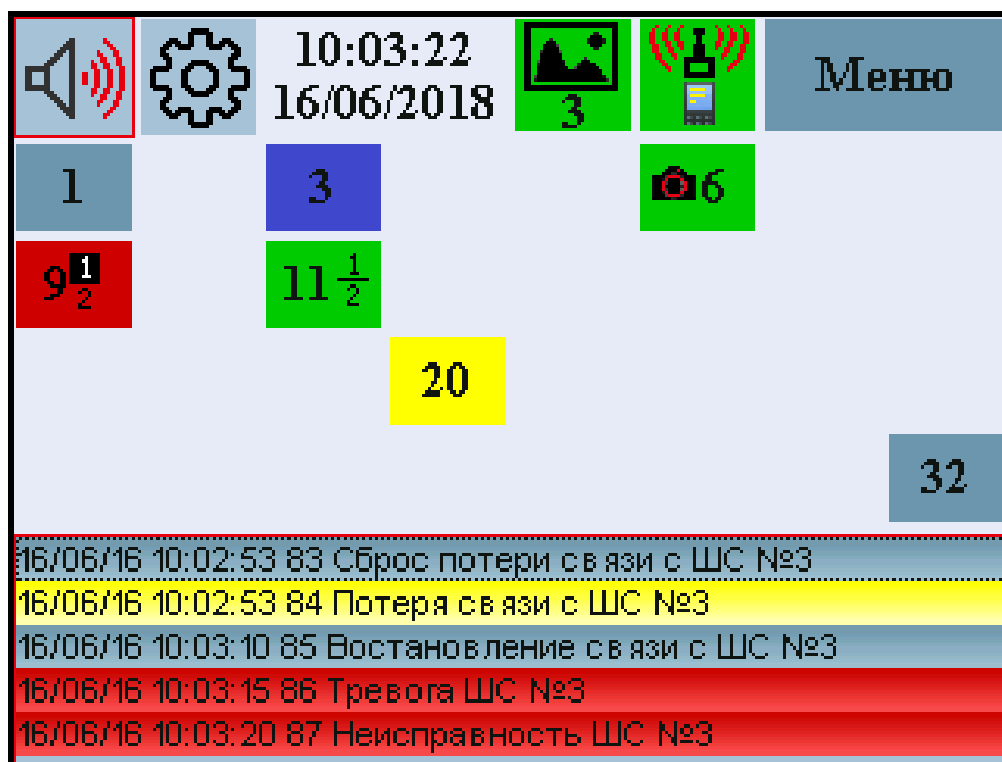

Рисунок 1.6 – Главное окно ПУИ
1.11.2.3 При включении ПУИ на экране высвечивается главное окно (см. рисунок 1.6). Назначение кнопок приведено в таблице 1.14.